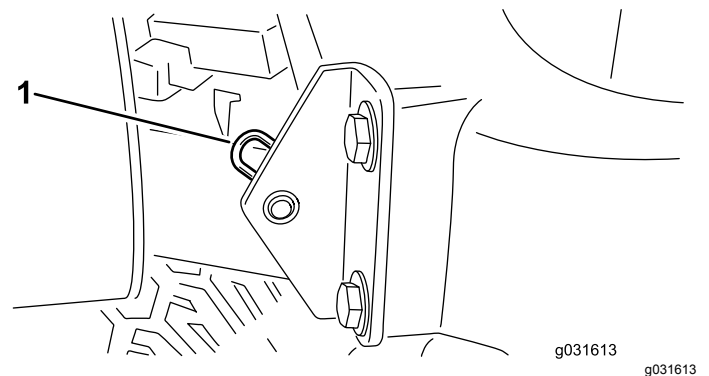

Figura 40
2. Tire o perno de gancho que fixa a articulação do capot aos suportes de montagem (Figura 40).